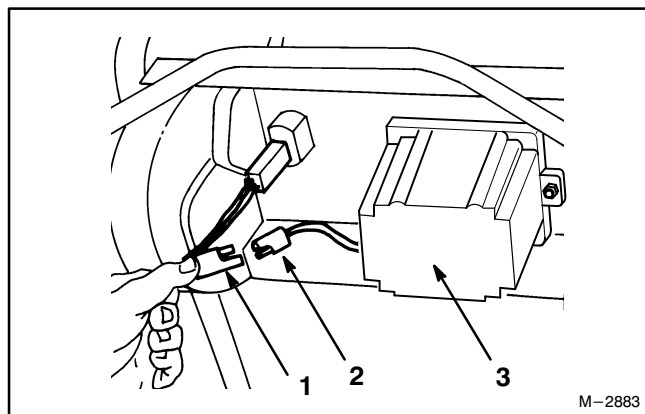

Figure 8
2. Raccorder le faisceau de câblage au cordon de la batterie (Fig. 8).